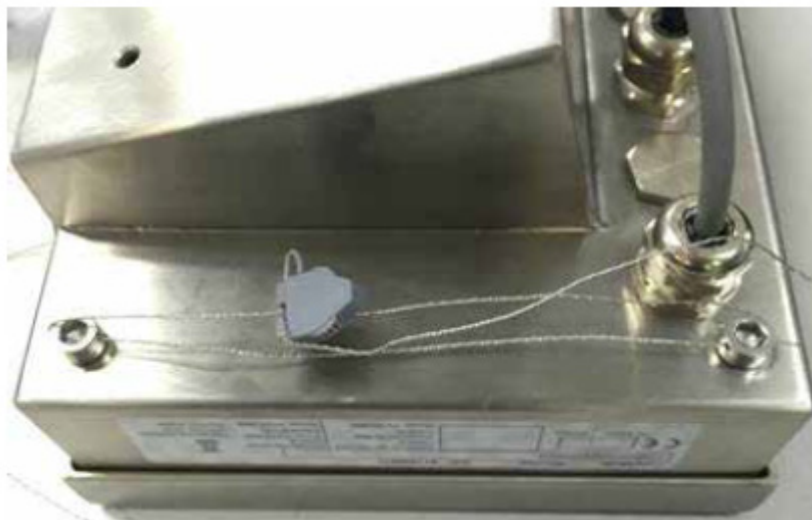

Figure 2-15 : Méthode de plombage
2. Passez le fil de plombage à travers les deux boulons de plombage adjacents, puis fixez la retenue du plomb comme indiqué sur la Figure 2-15.